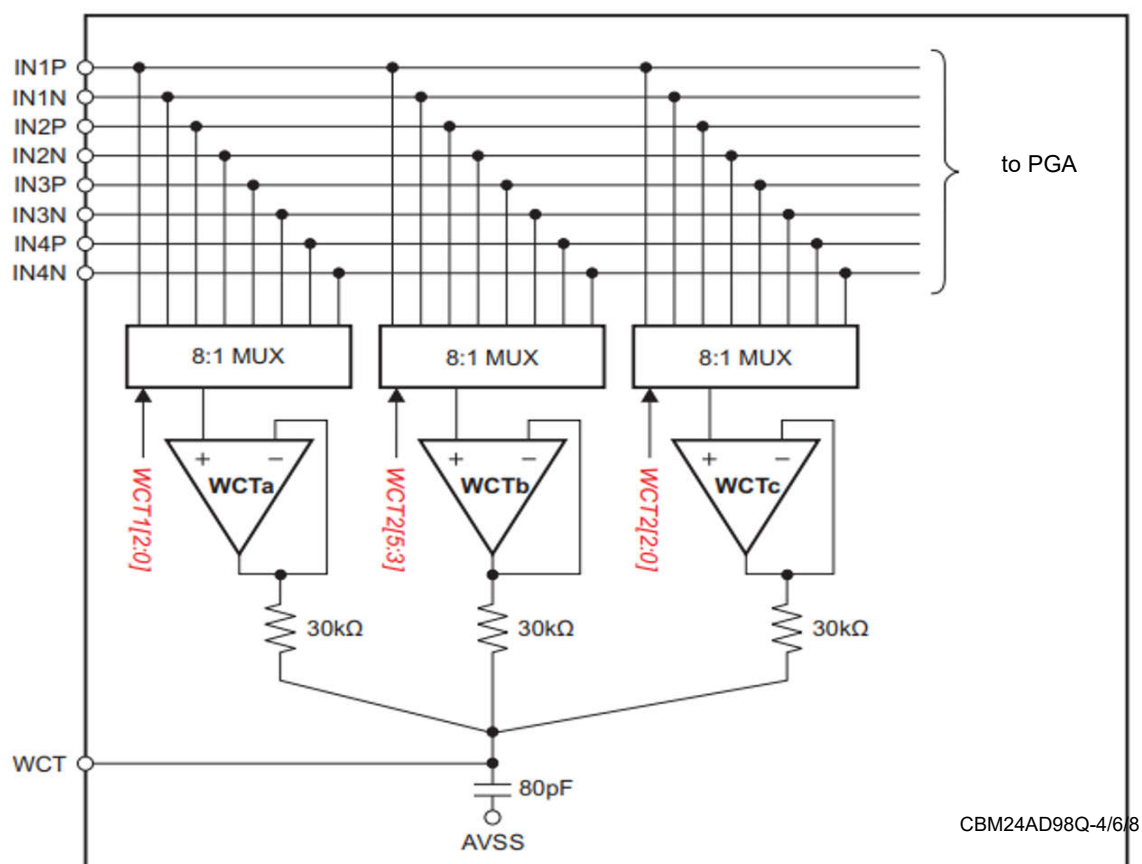

图 9.3.15 WCT导联产生电路
在标准12导联ECG中，WCT电压定义为右臂(RA)、左臂(LA) 和左腿(LL) 电极的平均值。该电压用作胸导联测量的基准电压。CBM24AD98Q片内有三个可生成WCT电压的集成低噪声放大器，如图9.3.15所示。可通过配置将八个信号中的任何一个（IN1P至IN4N）路由到每个放大器，以生成平均值。这种灵活性允许RA、LA和LL电极连接到前四个通道的任何输入，具体取决于导联配置。